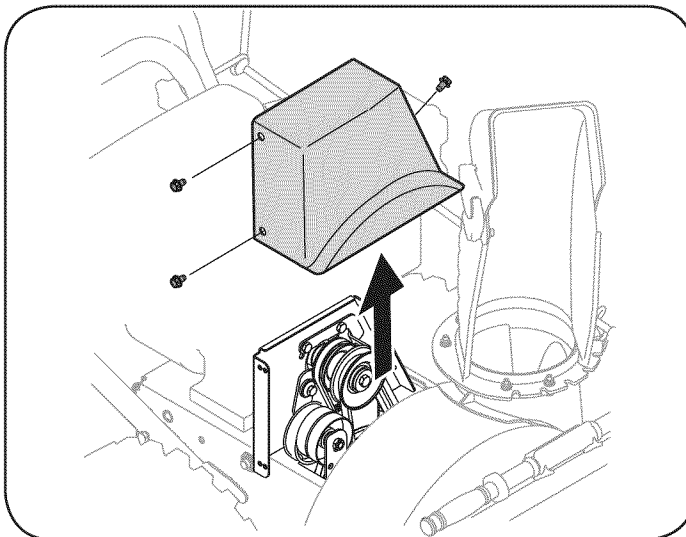

Figura 29
2. Retire la cinta de cubierta de plástico, que se encuentra cerca del motor, sacando los tres tornillos autorroscantes que asegurarlo. Vea la Figura 29.